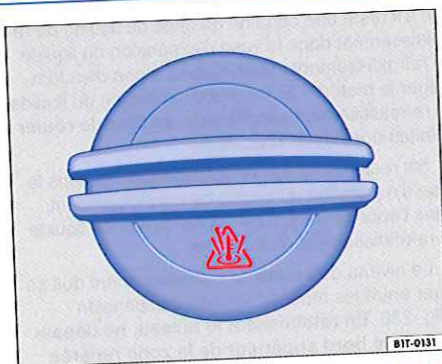

Fig. 231 Dans le compartiment-moteur : bouchon du vase d'expansion du liquide de refroidissement.
- Le vase d'expansion du liquide de refroidissement est repéré par le symbole  figurant sur le couvercle ⇒ fig. 231.